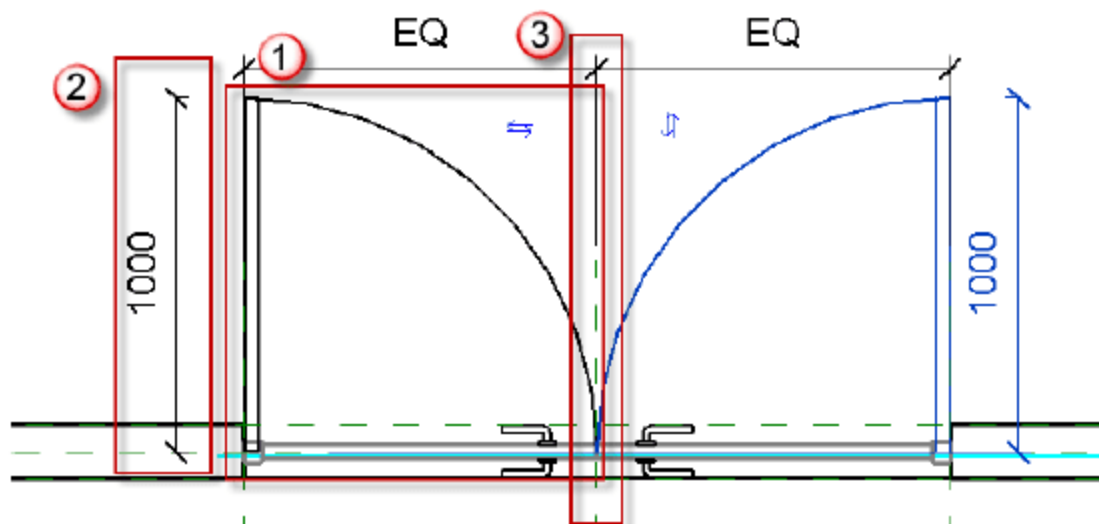

图 6.1.76 绘制双开门 M2030 的平面轮廓线
(28) 绘制双开门 M2030 的平面轮廓线。选择“项目浏览器”中的“楼层平面”→“参照标高”选项, 进入门的参照标高视图。选择“注释”→“符号线”命令, 绘制长 1000、宽 40 的“门板轮廓线”和半径为 1000 的“门开启方向轮廓线”, 如图 6.1.76 所示, 按快捷键 D+I, 为矩形“门板轮廓线”长边做标注, 并将此标注锁定, 按两次快捷键 M 以门的中轴线镜像复制。